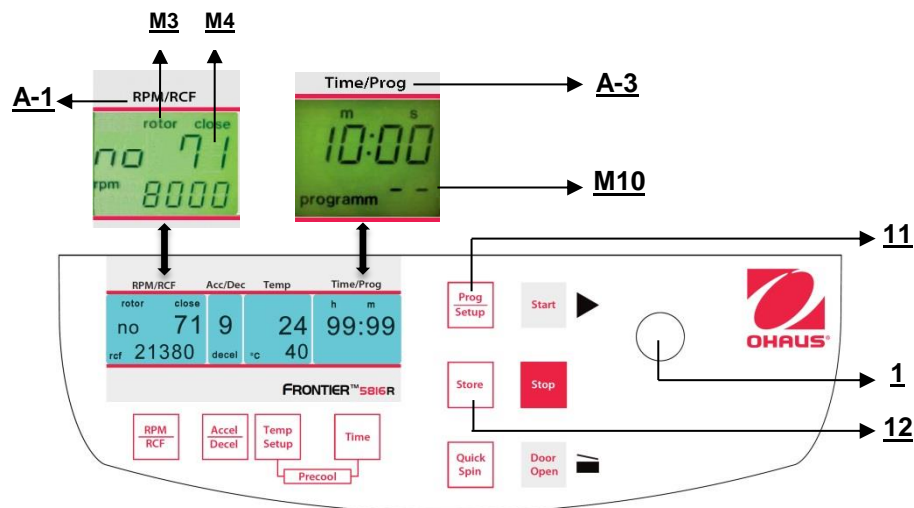

Abbildung. 25
Um gespeicherte Programme aufzurufen, drücken Sie die Taste **"Prog/Setup"** (11) (siehe Abbildung 25), während der Deckel bereits geschlossen ist. Innerhalb der Anzeige **"Time/Prog"** (A-3) erscheint **"programm--"** (M10). Die gewünschte Programmnummer kann vorab mit dem Anpassungsknopf (1) ausgewählt werden.
Um den Programmmodus zu verlassen, drücken Sie lediglich die Taste **"Prog/Setup"** (11) (siehe Abbildung 25). Dann erscheint innerhalb der Anzeige **"Time/Prog"** das Wort **"programm"**.